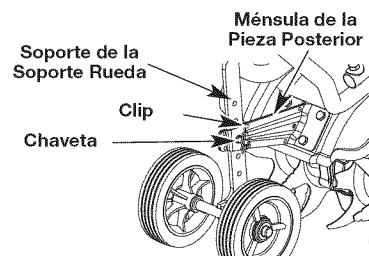

Fig. 3
2. Quite el clip de la chaveta y resbale el perno de horquilla del soporte de la cola (Fig. 3).